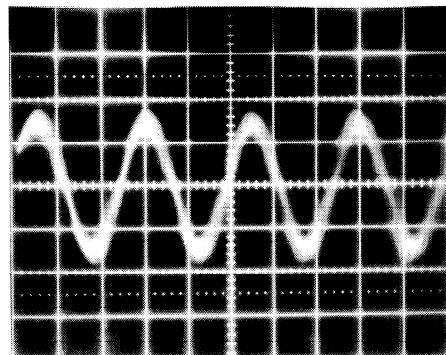
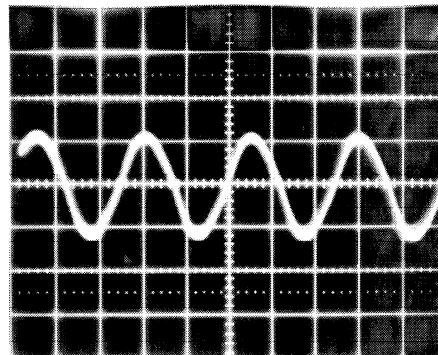

Fig. 6
Fig. 7
- Potentiometer "ERASE CURR." weiterdrehen, bis sich an den Scheiteln der Sinusschwingung kleine Spitzen zeigen - Sättigung des Löschkopfes; siehe Fig. 6, "BAD". Zurückdrehen, bis der Klirrfaktor ca. 5% beträgt (knapp sichtbare Abweichung der Kurve von der Sinusform), siehe Fig. 7, "EXCELLENT".
- Open the "ERASE CURR." potentiometer further until small peaks appear on the apices of the sine-wave oscillation (saturation of erase head; refer to Fig. 6, "BAD"). Turn potentiometer back until the distortion is approximately 5% (barely visible deviation of the curve from the sine shape), see Fig. 7, "EXCELLENT".